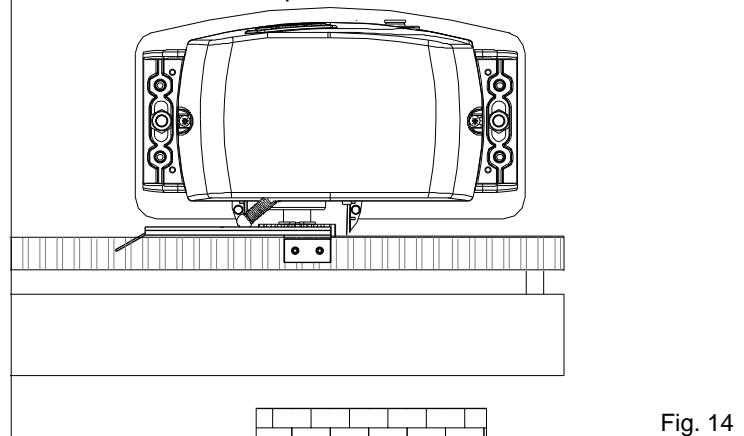
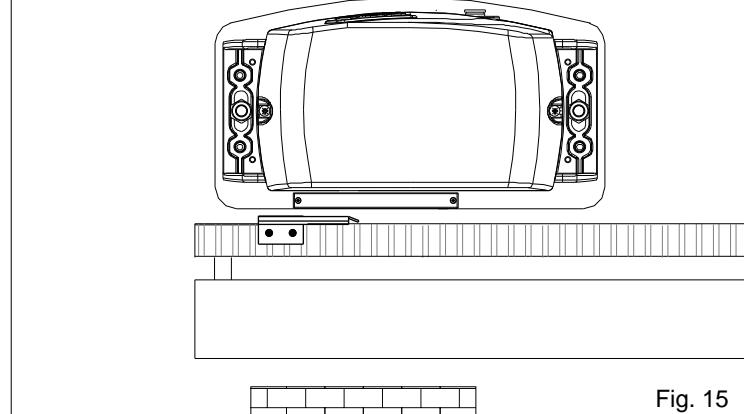
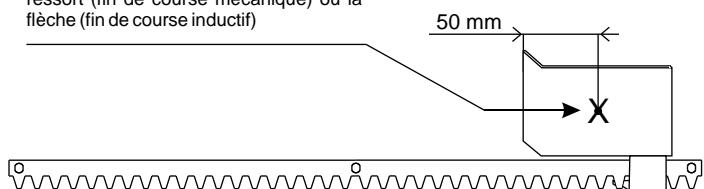

Fig. 14
Fig. 15
Fig. 16
- Positionner la plaque sur la crémaillère de façon d'avoir le fin de course (doigt en cas de fin de course mécanique (Fig. 14); flèche d'identification positionnée sur le coté supérieur en cas de fin de course inductif (Fig. 15)) en correspondance du point X que se trouve à 50 mm du coté plié de la plaque (Fig. 16) et la fixer avec les vis en dotation (Fig. 17).
- Positionner la plaque sur la crémaillière de façon d'avoir le fin de course en correspondance du point X que se trouve à 50 mm du coté plié de la plaque (Fig. 16) et la fixer avec les vis en dotation (Fig. 17).